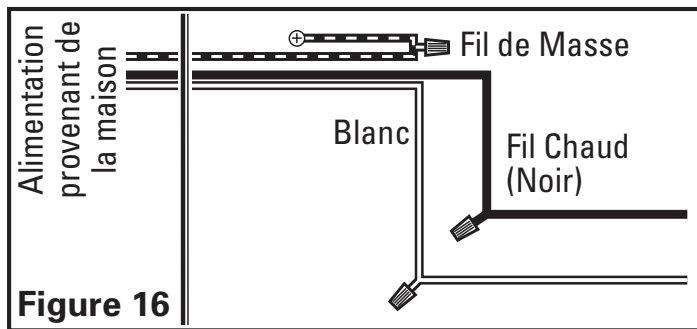

Figure 16
- A partir de l'endroit d'où vous avez accès à l'intérieur de la boîte de connexion, branchez le fil blanc à partir du boîtier au fil blanc du socle de lumière. Branchez le fil noir à partir de l'interrupteur mural au fil noir du socle de lumière. Connectez le fil de mise à la terre provenant de la maison au fil vert à la vis de mise à la terre (**Figure 16**). Utilisez des méthodes approuvées pour toutes les connexions.